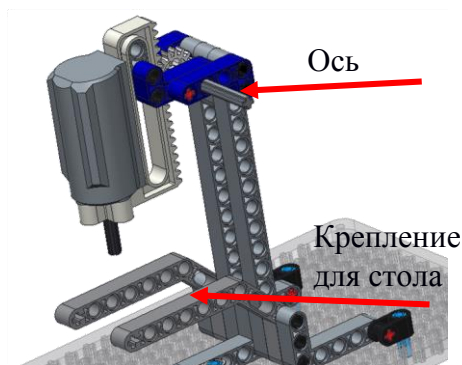

Рисунок 4
- Стол должен крепиться к угловым балкам, отмеченным на рис. 4
- 4.2. Вращая ось, отмеченную на рис. 4, проверьте правильность сборки – ременная балка должна смещаться по вертикали вместе с держателем мотора.